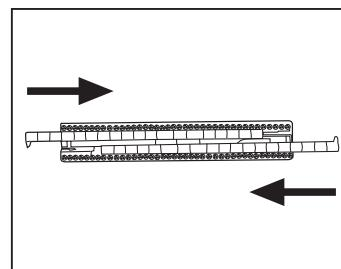

Fig. 9
Para el montaje del armazón con cerdas para moquetas y alfombras, introducir en las guías al efecto los cepillos rígidos con las lengüetas hacia el interior (**Fig. 9**).
To install the bristled frame for fitted and non-fitted carpets (26), introduce the stiff brushes into the appropriate guides with the tabs facing inwards (**Fig. 9**).